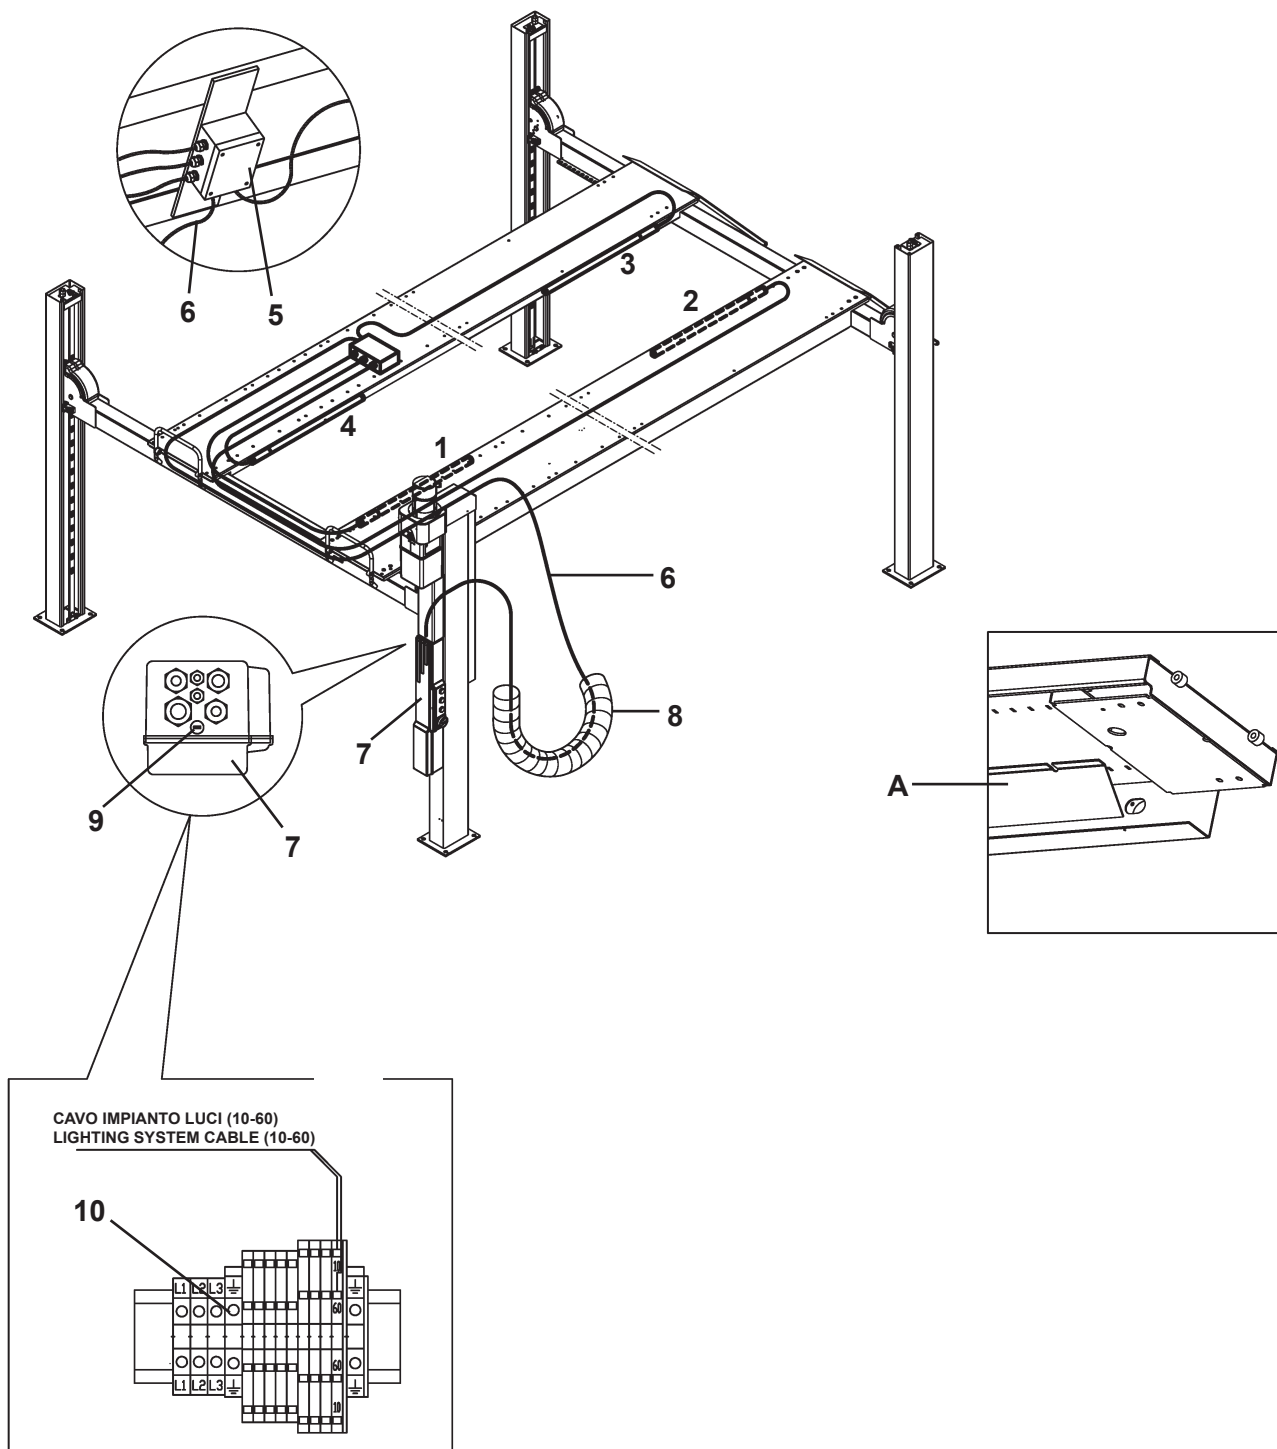

Fig.28
- A Fissare la scatola di derivazione (5 Fig.28) utilizzando la viteria fornita.
- B Montare i tubi illuminanti secondo la numerazione indicata in Fig.28 avendo cura di posizionare le parti dotate di connessioni rivolte verso l'esterno del ponte per facilitare l'inserimento dei cavi nelle intercapedini A delle pedane.
- C Inserire il cavo elettrico (6) di collegamento tra la scatola di comando (7) e quella di derivazione (5), nella guaina portatubi (8); successivamente posizionare i cavi all'interno della pedana come indicato in Fig. 28.
- D Sostituire il tappo (9) presente nella parte superiore della cassetta elettrica (7) con l'apposito pressacavo per il passaggio del cavo di alimentazione lampade.
- E Eseguire la connessione del cavo nell'apposita morsettiera (10) contenuta nella scatola di comando.
- A Secure the connector block box (5 Fig. 28) with the supplied screws.
- B Install lighting tubes following the numbering in Fig.28; parts featuring connections should be pointing out for easier cable fitting into board cavities A.
- C Insert the cable (6) connecting the control box (7) with the connector block box (5) into the tube sheath 8 then position the cables into the board as shown in Fig.28.
- D Change plug (9) present on the upper side of electric box (7), using the special cable grip for lamps power cable routing.
- E Connect the cable with the terminal board (10) into the control box.
- A Die Verbindungsdose mit den mitgelieferten Schrauben (5 Abb.28) befestigen.
- B Die Leuchtröhren unter Einhaltung der in Abb.28 angegebenen Numerierung montieren, wobei die Teile mit Verbindungen nach Außen gerichtet werden sollten, um die Einführung der Kabel in die Zwischenräume A der Plattformen zu erleichtern.
- C Das elektrische Kabel (6), das den Steuerkasten (7) mit der Verbindungsdose (5) verbindet, in die Kabelhülle einfügen 8, dann die Kabel auf den Plattformen, wie in Abb.28 angegeben, verlegen.
- D Den Verschluss (9) im oberen Teil des Stromkastens (7) durch die entsprechende Kabelführung des Leuchtenversorgungskabels ersetzen.
- E Das Kabel am Klemmenbrett (10) im Steuerkasten wie angeführt anschließen.
- A Fixer la boîte de dérivation (5 Fig. 28) en utilisant les vis fournies.
- B Monter les tubes d'éclairage selon la numérotation indiquée Fig.28 en prenant soit de positionner les parties dotées de branchements vers l'extérieur du pont afin de faciliter l'introduction des câbles dans les interstices A des chemins de roulements.
- C Introduire le câble électrique (6) de raccordement entre la boîte de commande (7) et la boîte de dérivation (5) dans la gaine porte-tubes (8), puis positionner les câbles à l'intérieur du chemin de roulement comme indiqué Fig.28.
- D Remplacer le bouchon (9) présente en haut de la boîte électrique (7) par le serre-câble approprié prévu pour le passage du câble d'alimentation des lampes.
- E Exécuter le raccordement du câble dans le bornier approprié (10) situé dans la boîte de commande.
- A Fijar la caja de derivación (5 Fig.28), utilizando los tornillos suministrados en dotación.
- B Montar los tubos luminosos según los números indicados en la Fig.28, prestando atención a posicionar las partes con conexiones hacia el exterior del elevador para facilitar la conexión de los cables en los intersticios A de las plataformas.
- C Introducir el cable eléctrico (6) de conexión entre la caja de mando (7) y la caja de derivación (5), en el tubo guarda-cables 8. Luego posicionar el cable en el interior de la plataforma como se indica en la Fig.28.
- D Sustituir la tapa (9) presente en la parte superior de la caja eléctrica (7) con el prensacable específico para el paso del cable de alimentación lámparas.
- E Efectuar la conexión del cable al tablero de bornes (10) correspondiente, que se encuentra en la caja de mando.